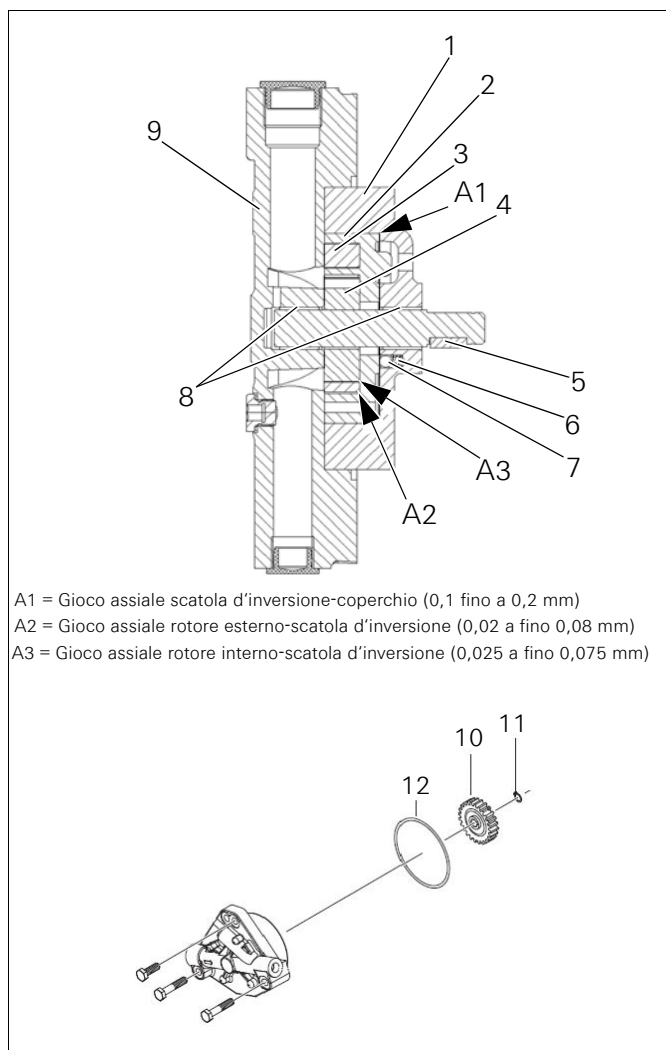

Fig. 89: Struttura pompa olio per navigazione a rimorchio (esempio)
4. Estrarre l'O-ring (12).
5. Estrarre l'anello di sicurezza (11).
6. Rimuovere il pignone conduttore (10).
7. Estrarre la linguetta (5).
8. Togliere le viti di fissaggio sul coperchio (1) e smontare la scatola (9).
9. Misurare il gioco assiale A1, A2 e A3 (vedi Fig. 89).